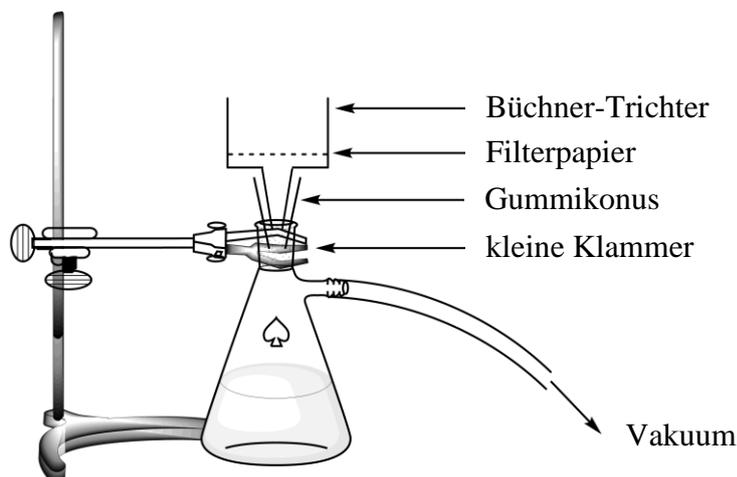

Abb. 2. Apparatur für Vakuumfiltration
7. **Bauen** Sie eine Vakuumfiltrations-Apparatur (siehe Abb. 2) mit Büchner-Trichter, Filterpapier und Saugflasche auf. Die Saugflasche wird mit einer kleinen Klammer am Stativ befestigt. **Halten** Sie Ihre HELP-Karte in die Höhe. Die Laboraufsicht wird Ihnen zeigen, wie man die Saugflasche mit dem Vakuumschlauch verbindet.